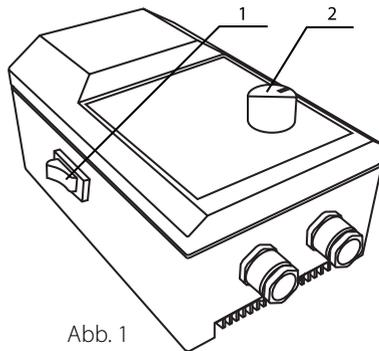
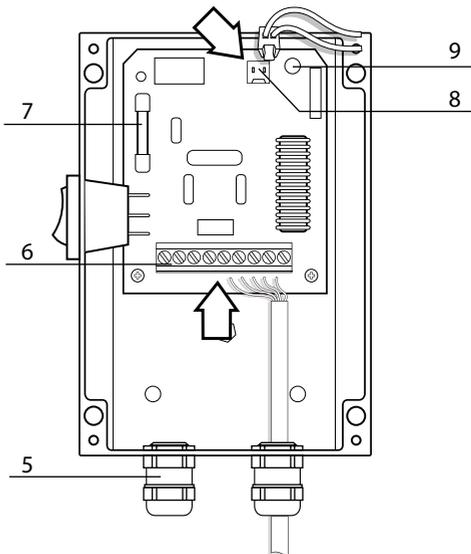

Abb. 1
Abb. 3
Die Regler der Serie RS-..-T, nachstehend „Gerät“ genannt, werden in Lüftungs- und Klimaanlage eingesetzt, um die Leistung von einphasigen Ventilatoren durch stufenlose Änderung der dem Motor zugeführten Spannung zu steuern. Die Steuerung erfolgt über den Potentiometerknopf (2) (siehe Abb. 1), der sich an der Vorderseite des Geräts befindet. Der Regler ist mit einer Ein/Aus-Taste ausgestattet (1) (siehe Abb. 1).
Der Betrieb des Reglers basiert auf der Änderung der Ausgangsspannung mithilfe eines Triacs. Das Reglergehäuse besteht aus nicht brennbarem Thermoplast. Der Regler ist mit einer Ein-/Aus-Taste ausgestattet. Die Änderung der Ausgangsleistung von 25 auf 100 % erfolgt proportional zur Stellung des Drehknopfes (2) (siehe Abb. 1), im gewählten Bereich bei der Reglereinstellung. Die minimale Ausgangsleistung von 25 bis 100 % wird durch Einstellen des Widerstandes (9) (siehe Abb. 3) eingestellt, der sich im Inneren des Reglers befindet. Das Gerät ist mit einer Schutzsicherung (7) (siehe Abb. 3) ausgestattet, die das Gerät und den daran angeschlossenen Ventilator vor erhöhtem Stromverbrauch schützt.
Um die Montage zu erleichtern, trennen Sie den Stecker (8) (siehe Abb. 3).
Die externen elektrischen Leiter werden über die Schraubklemmen mit dem Gerät verbunden (6) (siehe Abb. 3).
Führen Sie die elektrischen Leiter durch die abgedichteten Kabeleingänge (4) (siehe Abb. 3).
Verbinden Sie den Stecker (8), stellen Sie den Drehzahlwahlknopf (2) (siehe Abb. 1) auf Minimum (gegen den Uhrzeigersinn).
Dann mit dem Potentiometer (9) (siehe Abb. 3) die gewünschte Mindestgeschwindigkeit des Ventilators einstellen.